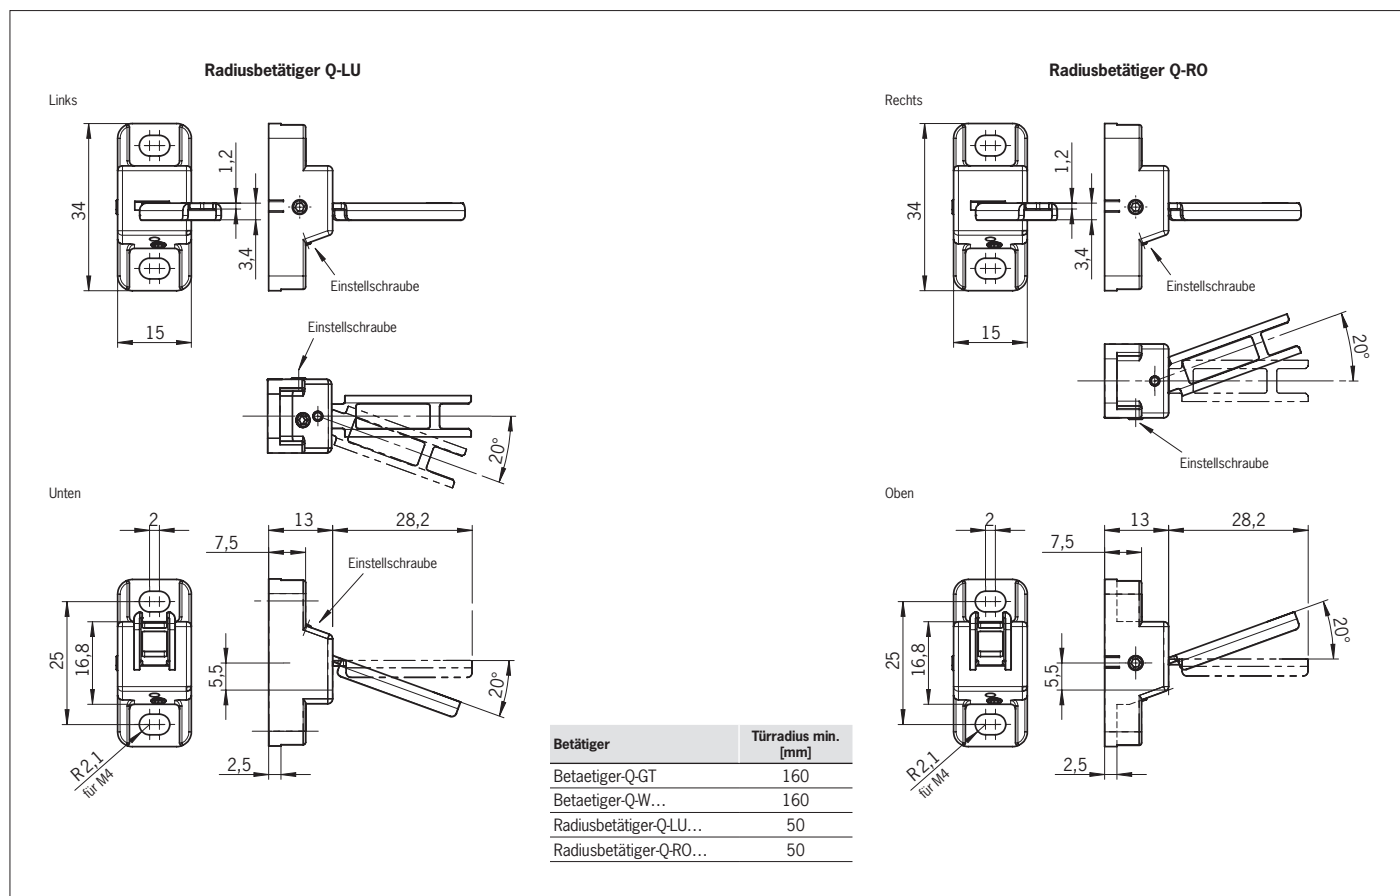

Bild 6: Minimale Türradien
▶ Achten Sie dabei auch auf den Türadius und die Befestigungsmöglichkeiten (siehe Bild 6).